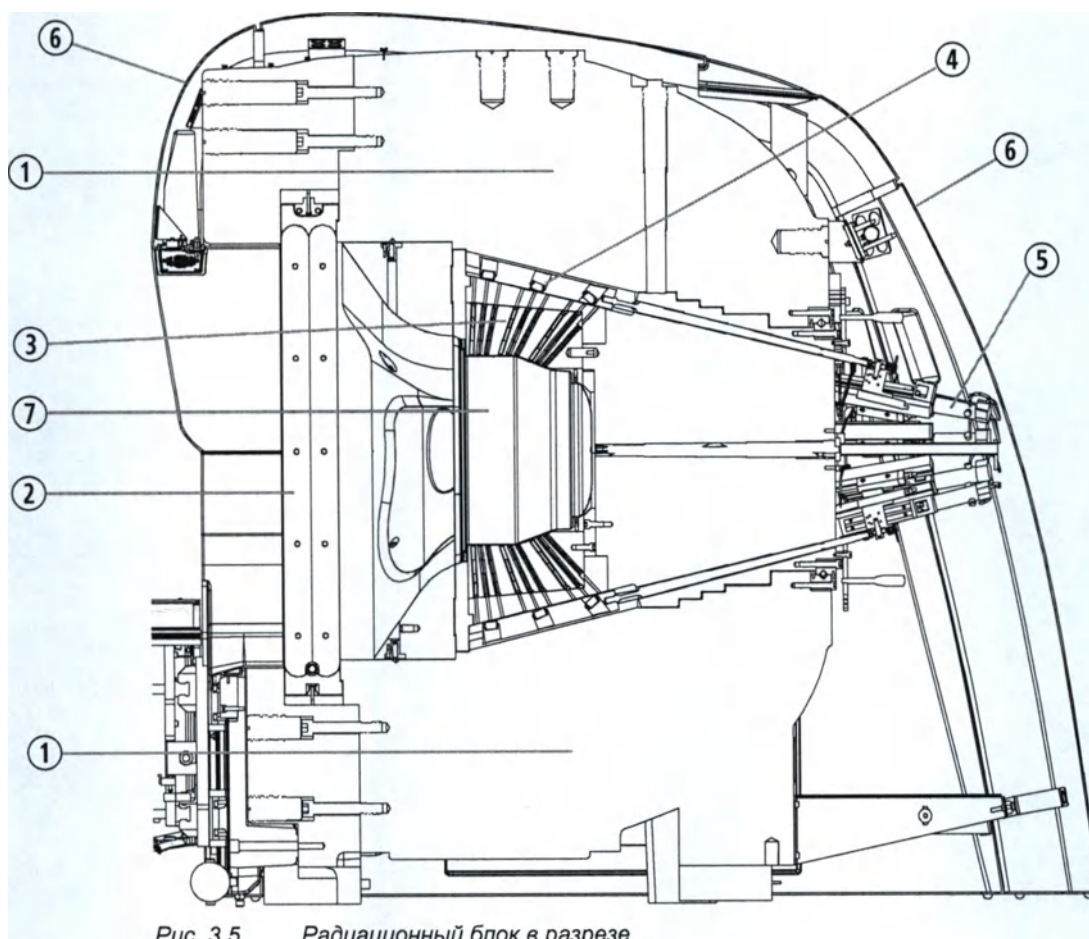

Рис. 3.5 Радиационный блок в разрезе
Состояние **Пучок включен** возможно только при условии совмещения источников ④ с коллиматорами ③, см. Рис. 3.5. Состояние **Пучок отключен** возможно только при условии, что секторы вместе с источниками позиционированы и зафиксированы в исходном положении. Дополнительная информация о переходе между двумя состояниями приведена в Разделе 10.5 на странице 163.